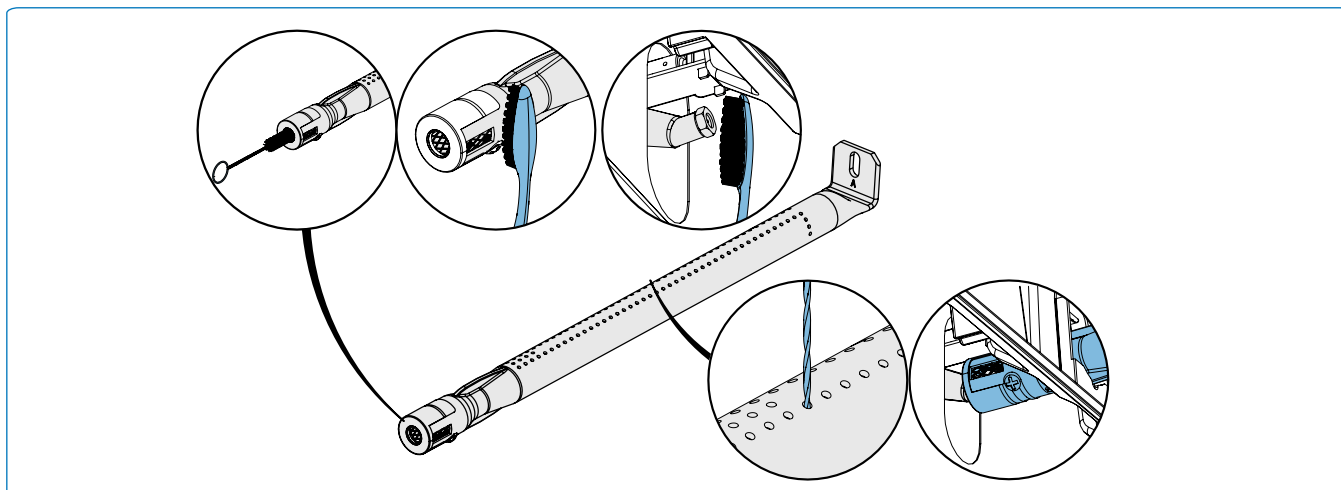

Fig. 15
1. Retirez la ou les vis qui fixent le brûleur à la paroi arrière du barbecue. Faites glisser le brûleur vers l'arrière et vers le haut pour le retirer (**Fig.15**).